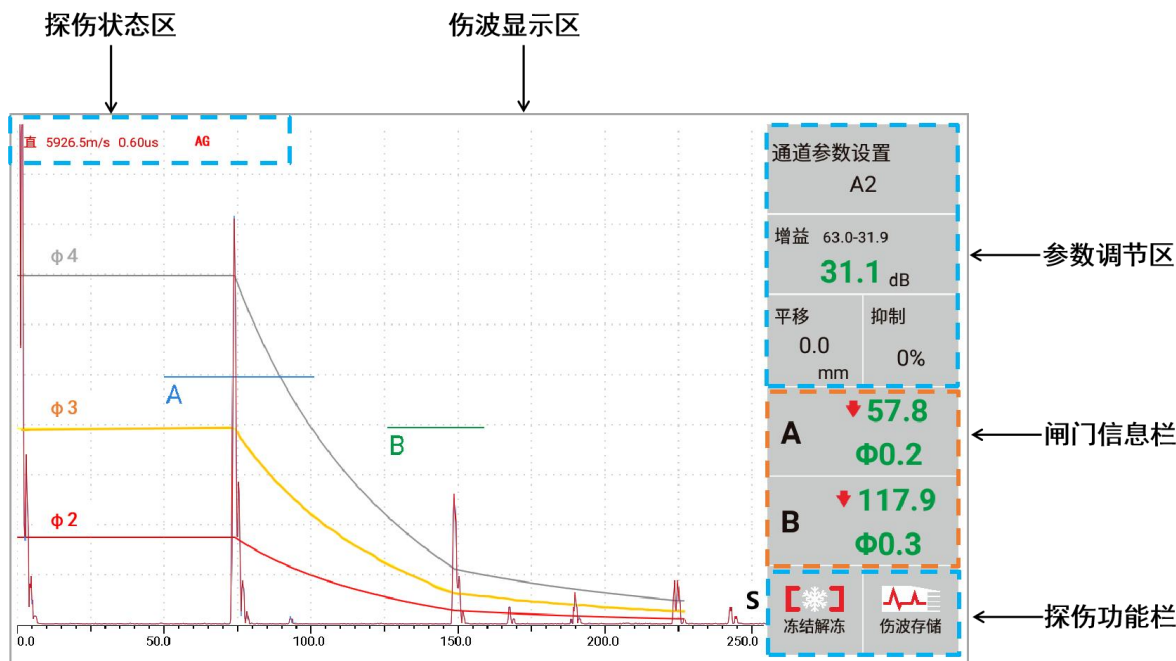
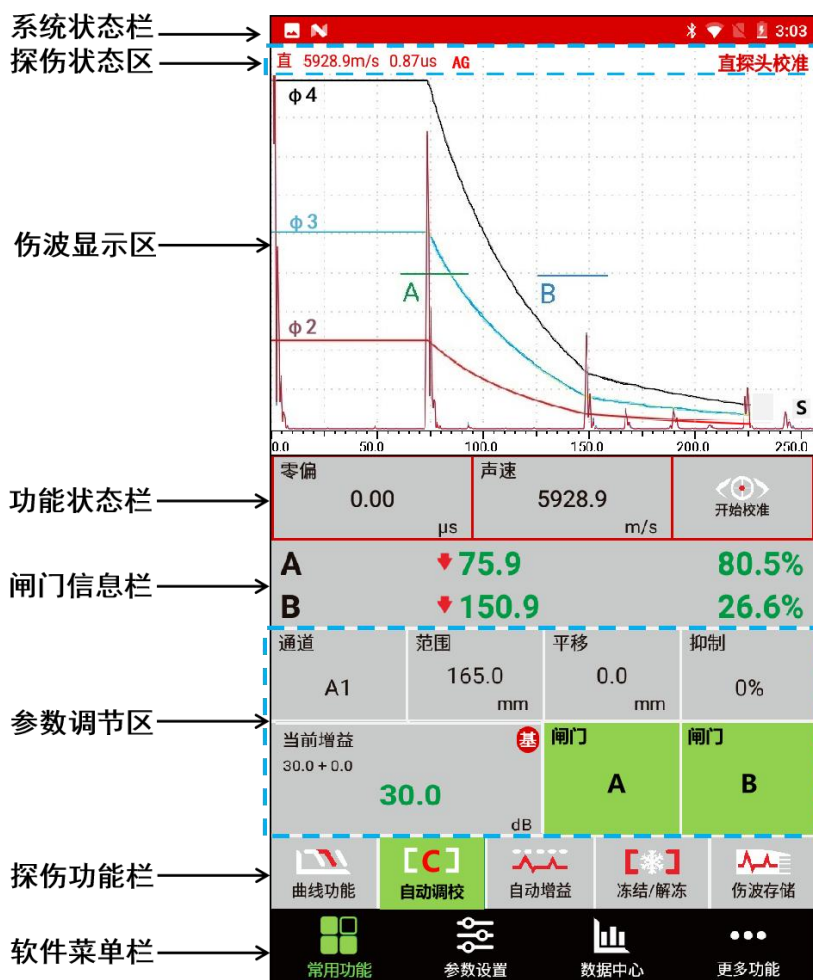

图 2.2 横屏模式显示界面
图 2.3 竖屏模式显示界面
本仪器提供了两种显示模式的探伤界面，即横屏模式和竖屏模式。横屏模式则伤波显示区较大，波形显示更清晰，参数调节较麻烦，如图 2.2 所示；竖屏模式显示内容全面，参数调节便捷，伤波显示区范围较小，如图 2.3 所示。
3) 点击探伤功能栏中的【曲线功能】或【自动调校】，仪器会弹出对应的功能状态栏（图 2.2 所示），根据提示继续操作功能状态栏；点击【自动增益】或【冻结/解冻】，仪器会在探伤状态区弹出对应的状态标识。
在探伤软件【KODIN 6A-UT】中，本仪器的实体按键暂时只适配了竖屏模式中的常用功能界面，用于调节图 2.2 所示的参数调节区内的重要参数。